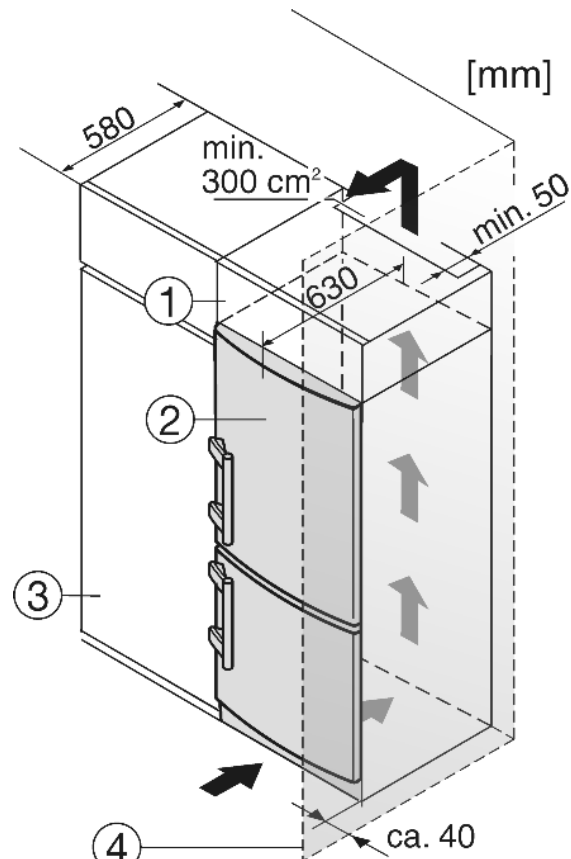

Fig. 26
- (1) Élément haut
- (2) Appareil
- (3) Placard de cuisine
- (4) Mur
L'appareil peut être entouré de meubles de cuisine. Pour adapter l'appareil Fig. 26 (2) à la hauteur des placards de la cuisine intégrée, on peut placer un élément haut Fig. 26 (1) au-dessus de l'appareil.
Lors de la transformation avec des placards de cuisine (profond. max. 580 mm) l'appareil peut être placé directement à côté du placard Fig. 26 (3). La porte de l'appareil saillit latéralement de 34 mm et au milieu de l'appareil de 50 mm par rapport à la face avant du placard de cuisine. Ainsi, elle se laisse ouvrir et fermer sans problèmes.
Si l'appareil est installé avec les charnières à côté d'un mur Fig. 26 (4), la distance entre l'appareil et le mur doit être de 40 mm min. Ceci correspond à la saillie de la poignée lorsque la porte est ouverte.